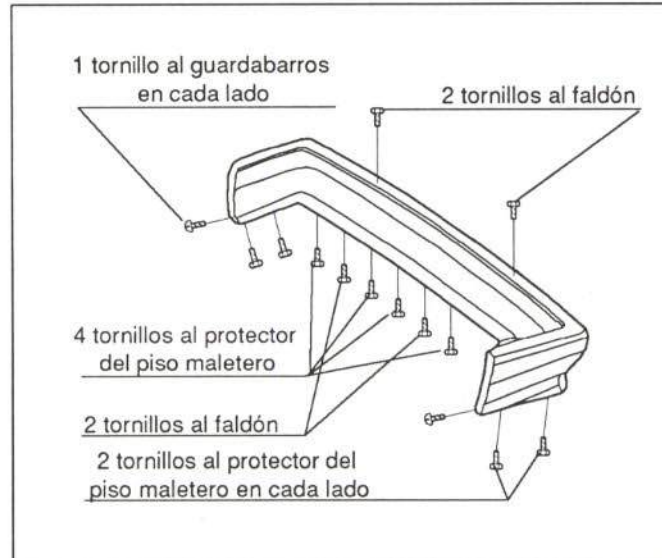

Figura 55.- Fijación del paragolpes
El paragolpes trasero va unido por una serie de tornillos. En la figura 55 se detalla su fijación. Se comercializa como pieza de recambio independiente. Únicamente se suministran por separado sus absorbedores.
- Paragolpes trasero (figura 55)